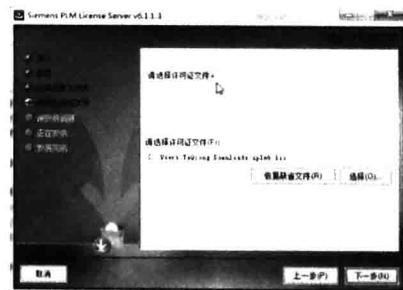

图 1-5 许可文件的安装
- Step 07** 当设置到选择许可证文件的时候，把路径指向存放购买的许可证文件，如图 1-5 所示，然后进行下一步，直到安装完成，确认退出操作。